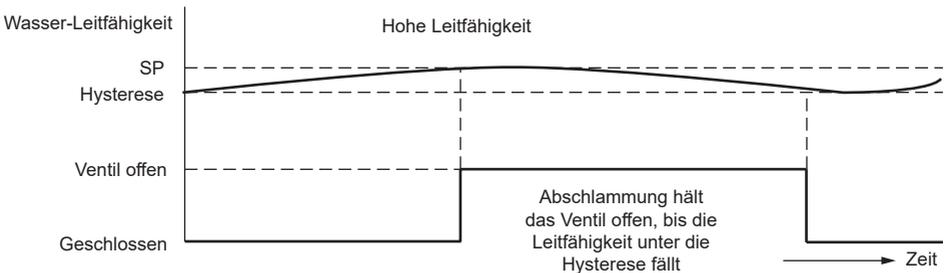

Abb. 19 ON-/OFF-Regelung ohne Ableitung
Wird verwendet, wenn die Elektrode im Dampfkessel montiert ist. Die Elektrode ist in der Lage, die Leitfähigkeit von der Elektrodenspitze bis zur Kesselwand ständig zu überwachen. Wenn der Absalzungs-/Leitfähigkeitswert den Sollwert (SP) überschreitet, öffnet das Ventil und bleibt offen, bis der Absalzungs-/Leitfähigkeitswert unter die Hysterese fällt. Siehe Abb. 19.